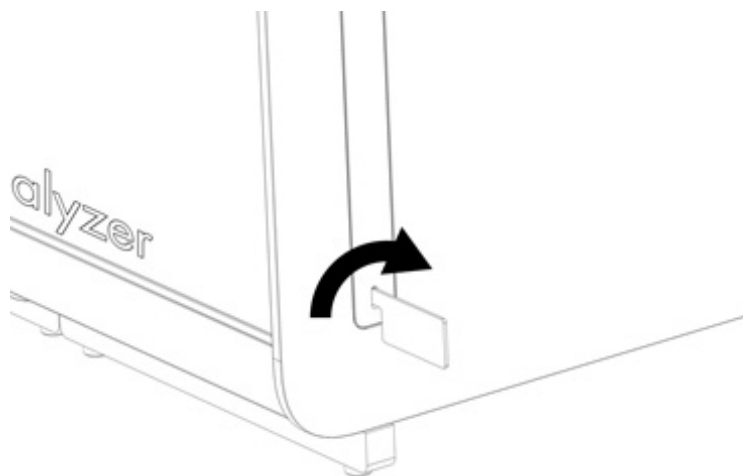

Figura 5. Remoção de tampas protetoras.
2. Remova as tampas protetoras da parte lateral do módulo analítico, utilizando a ferramenta de remoção de tampa protetora fornecida com o QIAstat-Dx Analyzer 2.0 (Figura 5).